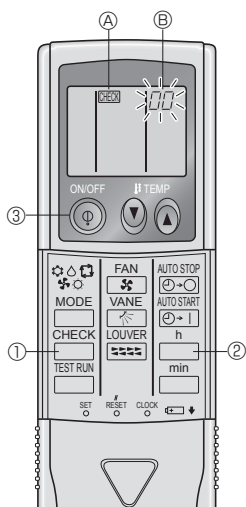

Fig. 7-6
7.3.2. Для беспроводного пульта дистанционного управления (Fig. 7-6)